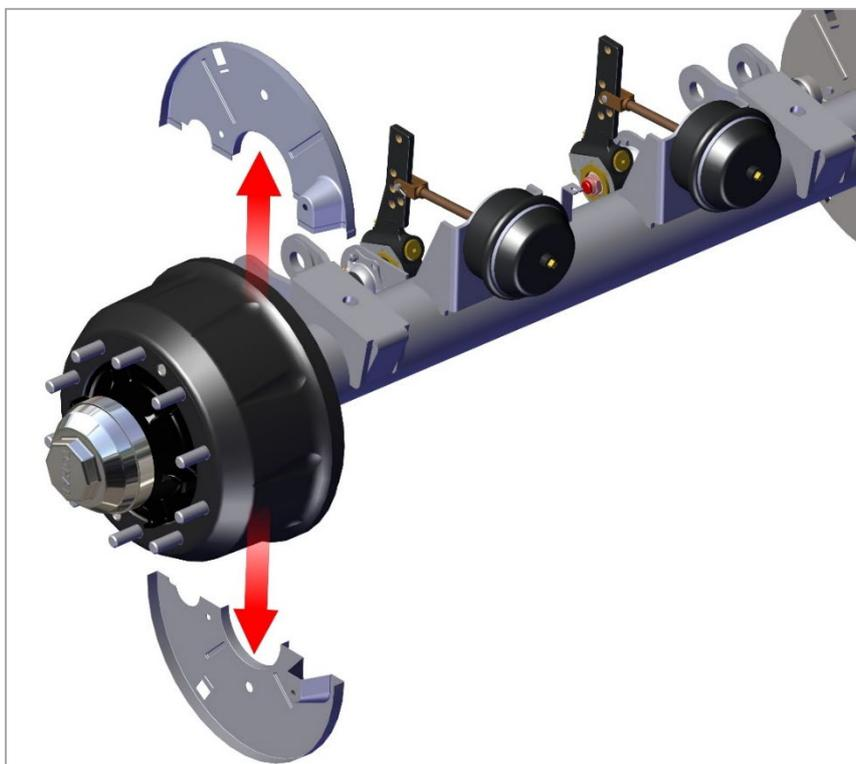

Рис. 14. Снятие грязезащитных щитков
1) Снимите грязезащитные щитки тормозного барабана, как показано на рис. 14